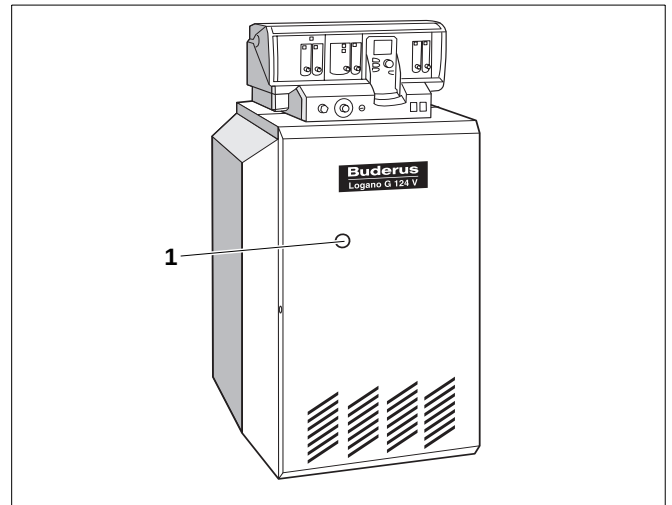

Fig. 3 Bouton de dépannage
- Enfoncer le bouton de dépannage (fig. 3, **pos.1**), si le voyant lumineux s'allume dans le bouton de déverrouillage.